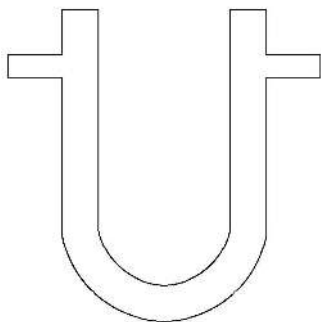

Рис. 73. Соединительная U-образная трубка с отводами
1. **Соединительная U-образная трубка** (рис. 73) изготовлена из прозрачного светлого стекла. Основные характеристики этого стекла: боросиликатное, термостойкое, химически стойкое. Трубка может контактировать с растворами солей, кислотами и неконцентрированными щелочами, горячими парами. Ее можно промывать от осадков и налета агрессивными растворителями. Соединительные трубки U-образной формы, как и любые другие соединительные элементы, используются в лабораториях для сборки химических приборов и установок.